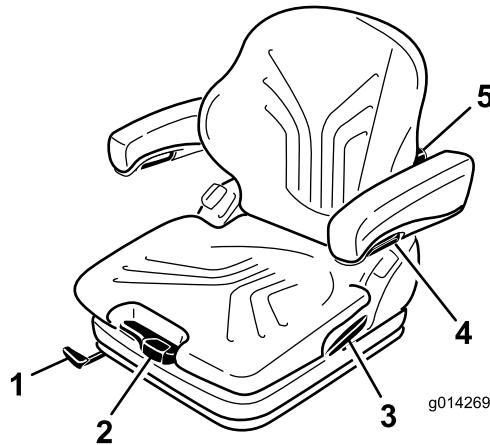

Figura 13
Ajuste o banco ao seu peso puxando ou carregando na alavanca de ajuste de peso (Figura 13).
1. Desloque a alavanca para cima e desbloqueie o banco (Figura 13).
Ao rodar o manípulo para cima, pode ajustar a curvatura na parte superior da almofada de apoio das costas. Ao rodar o manípulo para baixo, pode ajustar curvatura na parte inferior da almofada de apoio das costas (Figura 13).
Para ajustar a altura dos apoios dos braços, separe a tampa redonda (Figura 13) da cobertura, desaperte a porca hexagonal (13 mm) por detrás, ajuste os apoios dos braços para a posição desejada e aperte a porca. Substitua a tampa na porca.
Para ajustar o ângulo dos apoios dos braços, rode o manípulo de ajuste (Figura 13).
Puxe a alavanca de bloqueio para libertar o trinco do apoio lombar (Figura 13). Ao libertar o trinco do apoio lombar, não aplique força no apoio pressionando contra ele.